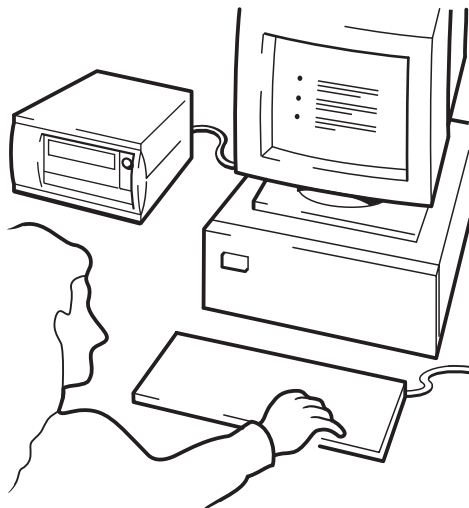

Figure 10d: using HP OBDR, step 4
- 3 画面の指示に従ってオペレーティング・システムを設定します（図 10d を参照）。これらはバックアップ・ソフトウェアによって変化します。通常は、すべてのメッセージに対し、[Enter] を押してデフォルトの応答を受け入れることができます。